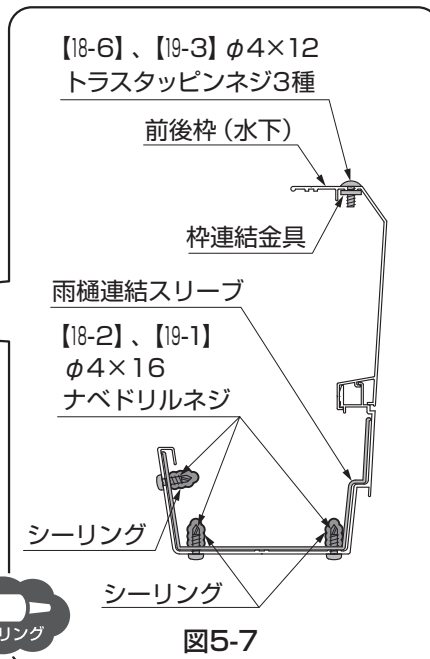

図5-7
- ②前後枳 (水下) を枳連結金具、雨樋連結スリーブと【18-2】、【18-6】、【19-1】、【19-3】でネジ止めしてください。
- ③雨樋連結スリーブを挿入した前後枳の端部にシーリング材を添付してください。
- ④もう一方の前後枳を連結し、【18-2】、【18-6】、【19-1】、【19-3】でネジ止めしてください。
- ⑤内側に出ているネジの先端と周りにシーリングをしてください。(図5-7参照)
- ⑥連結部からはみ出たシーリング材を拭きとってください。